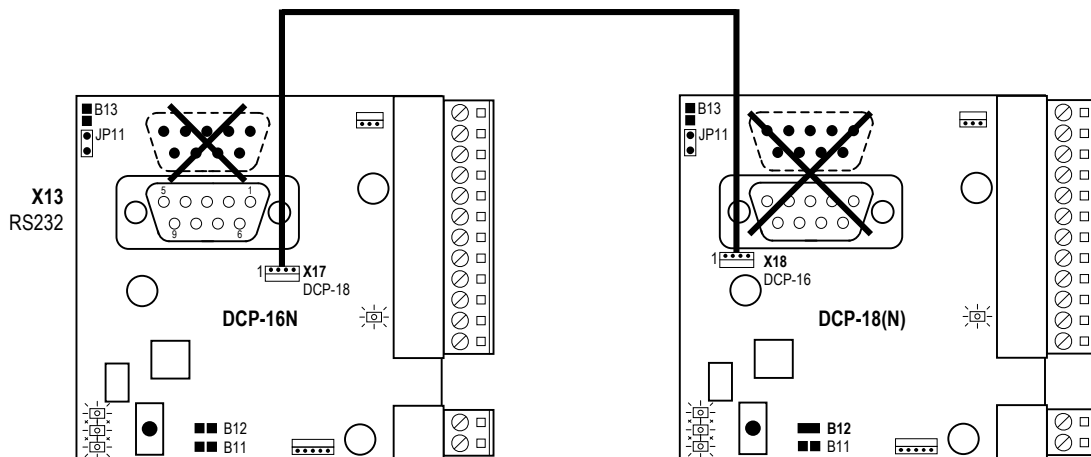

Bild 9 – Verbindung von Baugruppe DCP-16N (Motorzoom Controller) und DCP-18(N) (Motorschwenkneigekopf Controller: Brücke **B12** geschlossen)
Der Anschluss **X17** (DCP-18) wird dazu verwendet, um die Baugruppe DCP-16N mit dem Motorschwenkneigekopf-Controller DCP-18(N) zu verbinden. Hierzu wird der Anschluss X17 (DCP-18) auf der Baugruppe DCP-16N mit dem Anschluss **X18** (DCP-16N) auf der Baugruppe DCP-18(N) verbunden (siehe Bild 9). Die 4pol. Verbindungsleitung, die dazu benötigt wird, liegt dem DCP-18(N) Controller bei.
Die Baugruppe DCP-16N wird über die der Baugruppe DCP-18(N) beiliegende 4pol. Verbindungsleitung mit dieser verbunden (X17 auf X18 - siehe Bild 9 und 10). DCP-16N und DCP-18(N) bilden eine VISCA™ Instanz, d.h. sie belegen eine gemeinsame VISCA™ Adresse. An **X12** (MOTORZOOM) auf der Baugruppe DCP-16N ist ein Motorzoom-Objektiv angeschlossen. Die Kommunikation mit der VISCA™ Instanz erfolgt über **X13** (RS232) auf der Baugruppe DCP-16N.